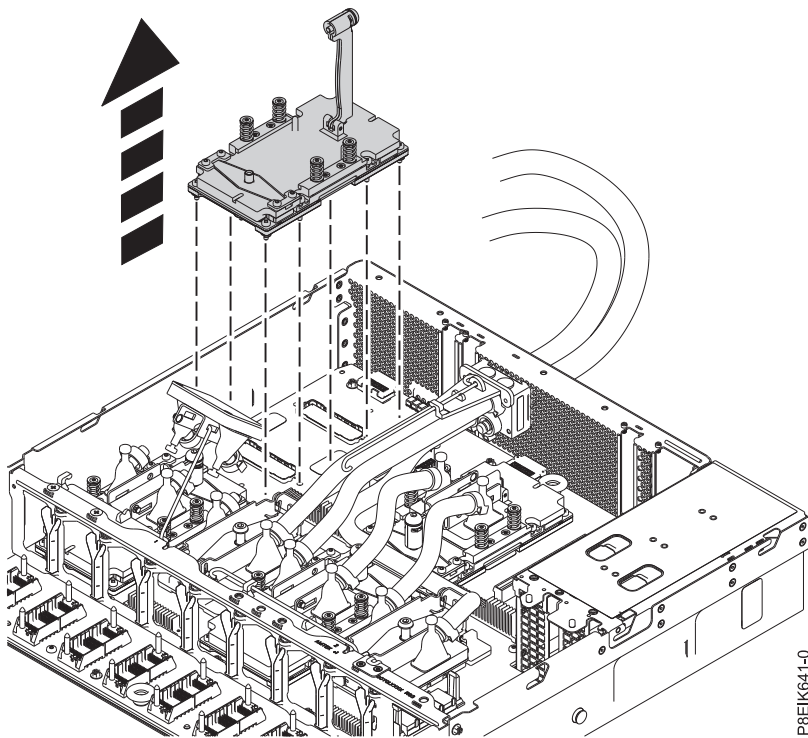

Figura 81. Extracción de la GPU
5. Extraiga la GPU de la placa posterior del sistema. Tenga cuidado con las patillas en la parte inferior de las GPU para no dañar las patillas ni la GPU. Consulte la Figura 81.